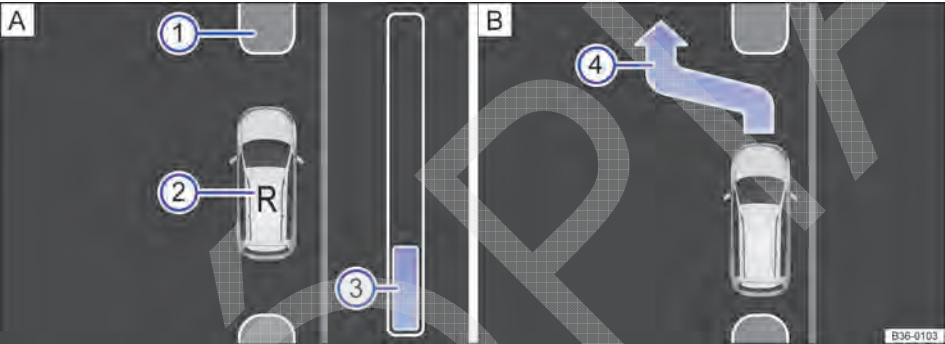

Fig. 191 No display do instrumento combinado: sair da vaga de estacionamento ao longo da pista. A: manobrar, B: abandonar vagas de estacionamento.
Legenda para Fig. 191:
6.	Conduzir em marcha à ré até o sinal de alerta contínuo do Park Pilot, OU: até que apareça a solicitação para conduzir para frente no display do instrumento combinado. A barra de evolução ⇒ Fig. 191  A serve como exibição da distancia a ser percorrida ⇒ Página 264.